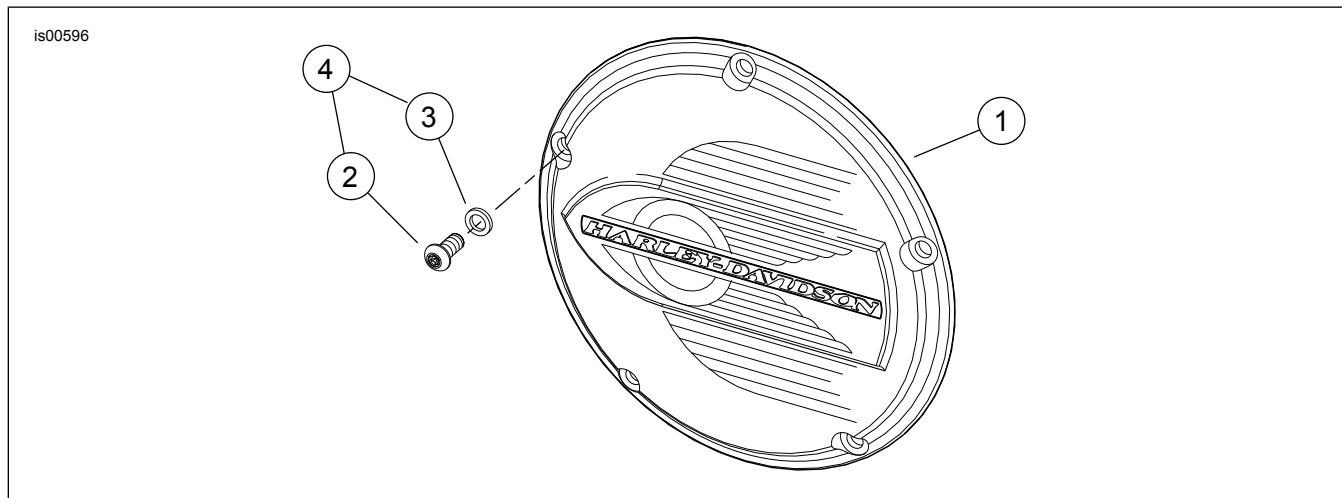

Figura 2. Coperchio di accesso alla frizione "Disco volante"
Vedere Figura 2 e Tabella 1.
- b. Vedere Figura 2. Collocare una rondella (3) del kit sulla parte filettata di una delle viti nuove (2). Inserire le filettature nel foro superiore sul coperchio di accesso alla frizione e avvitare attentamente a fondo la vite attraverso il foro triangolare sulla guarnizione. Non spingere la vite nel foro.